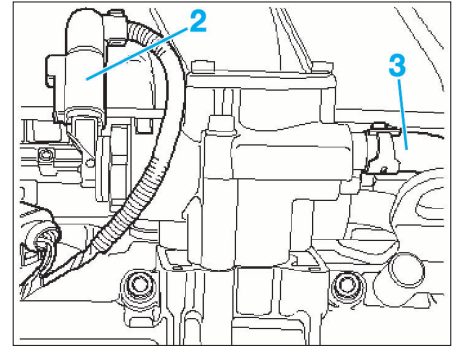

FIG. 36
• Débrancher le connecteur (2) et la conduite d'alimentation en carburant (3) sur la pompe haute pression (Fig.36).